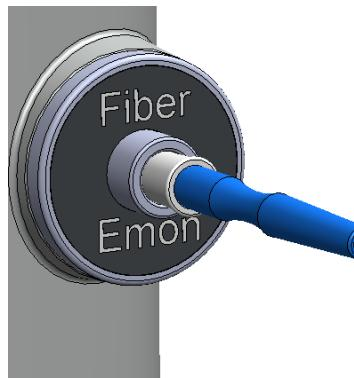

Fig. 4-9: Aplicador láser insertado con adaptador estéril
- La fibra con el adaptador estéril se debe insertar en la entrada del monitor de energía en el panel frontal del láser todo lo posible (Fig. 4-9).